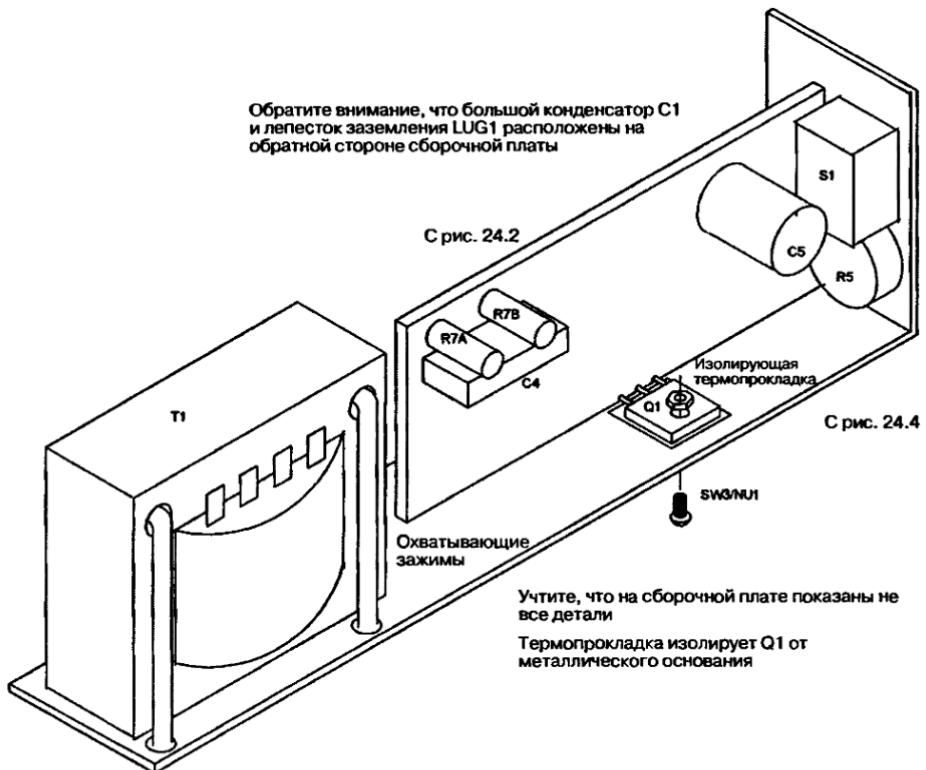

Рис. 24.6. Чертеж собранного устройства в изометрии без установки в корпус
6. Установите компоненты на основании, как показано на рис. 24.6, используя охватывающий зажим TYE1 для фиксации T1. Обратите внимание на установку Q1 к корпусу устройства с использованием термопрокладки и нейлонового винта. Крупногабаритный конденсатор C1 устанавливается за сборочной платой так, что его сторона заземления присоединена к лепестку общего заземления LUG1.